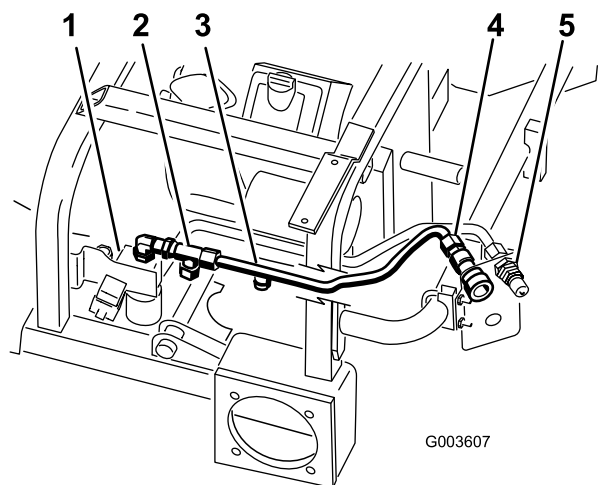

図 15
5. 図 15 に示すように、油圧ライン（2番）を機体に位置決めする。
6. 90度エルボに組みつけられた T 字フィッティングとバルブ上部に油圧ライン（2番）を接続する（図 15）。
7. 油圧ライン（2番）を、上側のメスのカップラに取り付ける（図 15）。